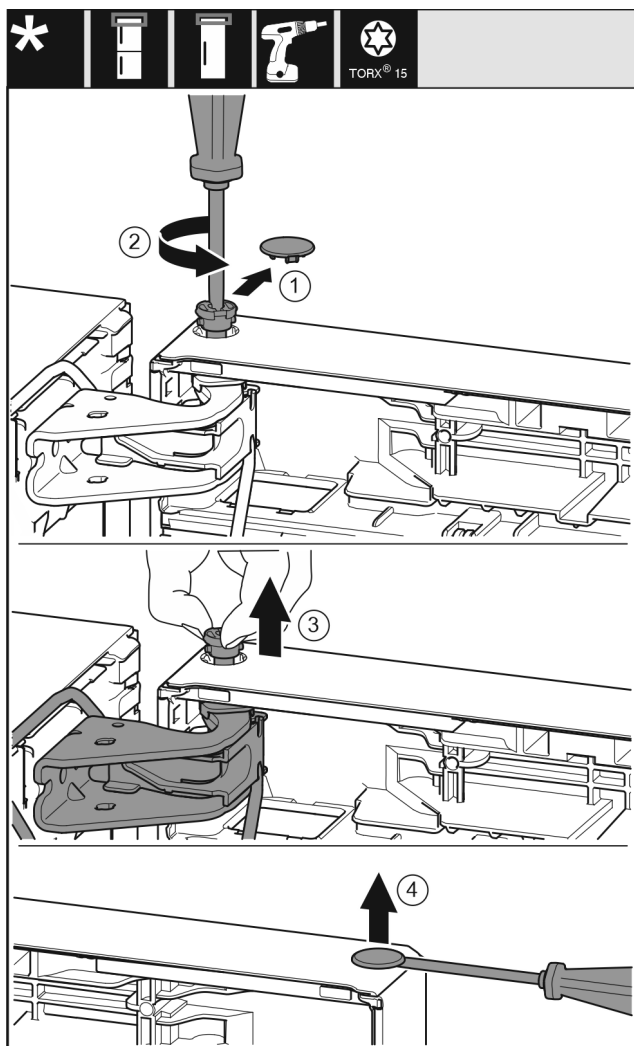

Fig. 10
- ▶ Previdno snemite varovalni pokrov. Fig. 10 (1)
- ▶ Sornik nekoliko izvijte z izvijačem T15. Fig. 10 (2)
- ▶ Držite vrata in s prsti izvlcite sornik. Fig. 10 (3)
- ▶ S ploščatim izvijačem previdno dvignite čep iz ležajne doze vrat in ga izvlcite. Fig. 10 (4)